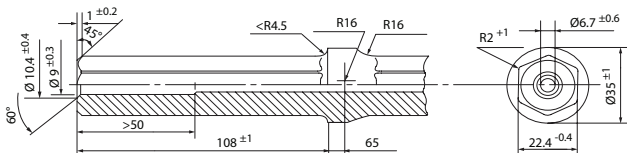

图2
我们推荐使用YB2003-78型六角钎杆。如您需要自行安装钎杆，请参考图2中的尺寸并遵照以下说明操作。
- 水管孔径可允许有1mm的公差，如图2所示。